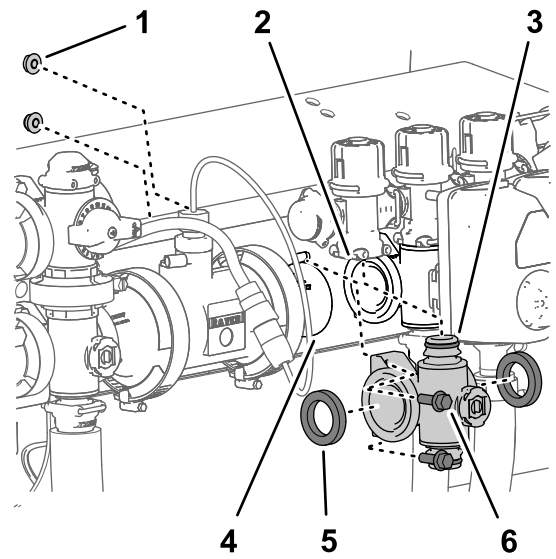
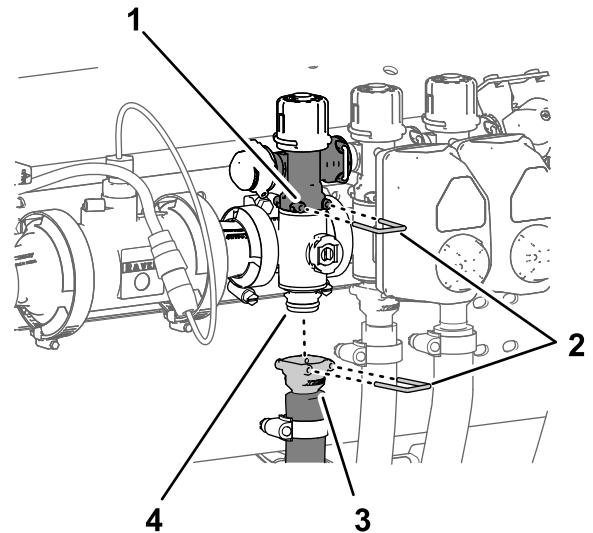

图 122
图 123
- 将在拆下喷洒臂段歧管阀(页码 72)中卸下的 2 个垫片与喷洒臂段阀歧管的法兰对齐图 122。
- 将喷洒臂段阀歧管的法兰放在其他喷洒臂段阀和/或耦合适配器的法兰之间图 122。
- 用快速连接销将喷洒臂段歧管的快速连接接头安装到喷洒臂段旁通阀的快速断开槽内图 122 和图 123。
- 对于左或右喷洒臂段阀歧管使用在 拆下喷洒臂段歧管阀 \(页码 72\) 中卸下的 2 个凸缘头螺栓  $\frac{1}{4} \times \frac{3}{4}$  英寸和凸缘锁紧螺母  $\frac{1}{4}$  英寸将喷洒臂段阀歧管安装到阀支架上 图 122。
- 用快速连接销将喷洒臂段软管的快速连接耦合器安装到喷洒臂段阀歧管的快速连接接头上 图 123。